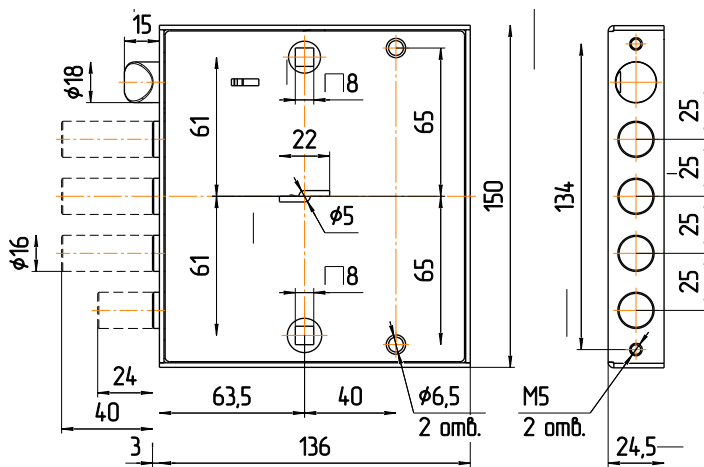

Рис.2
5.1. Произвести разметку и выполнить на торце полотна двери и в дверной коробке отверстия под пальцы засова, защёлку, задвижку и крепежа замка. Выполнить на полотне двери отверстия для ключа, для стержня ручек фалевых, для крепления накладок (см. рис.2).